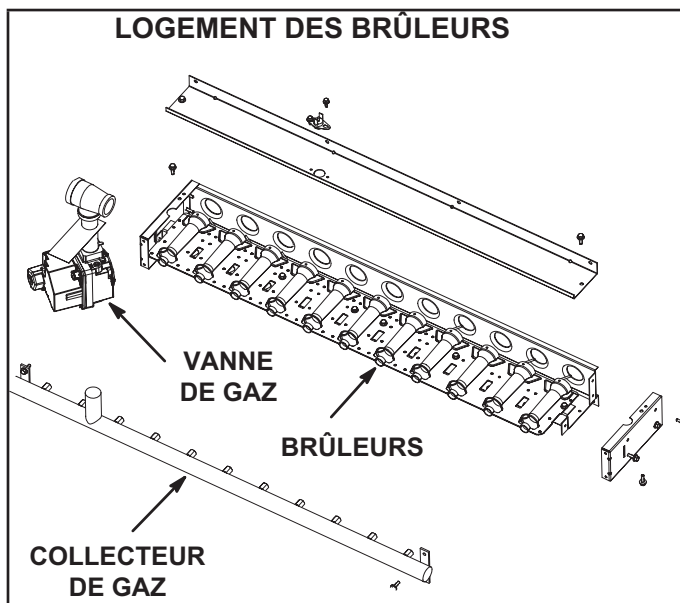

FIGURE 39
- 3 - Retirez les vis maintenant les brûleurs sur le support de brûleurs et soulevez chaque brûleur séparément ou l'ensemble brûleurs complet des orifices. Reportez-vous à la FIGURE 39. Nettoyez-les au besoin.